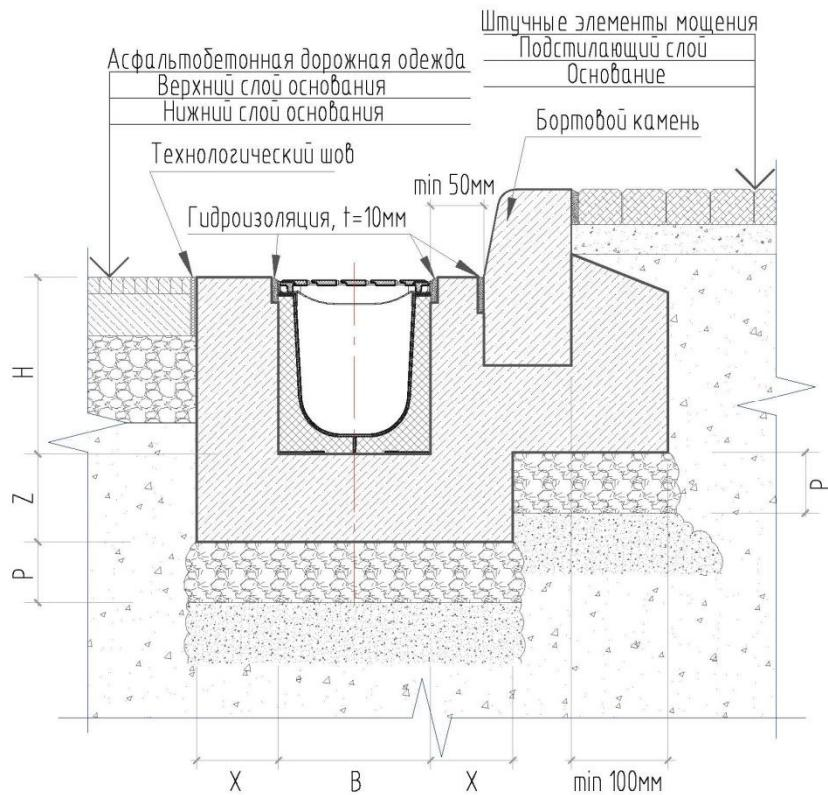

Рис. 7 – Монтаж пластиковых лотков с асфальтобетонным покрытием и бордовым камнем.
- при примыкании к бортовому камню (Рис. 7), между ним и лотком устраивается бетонная обойма min 50мм. В местах примыкания бетонной обоймы с лотком и бортовым камнем устраивается гидроизоляционный шов.